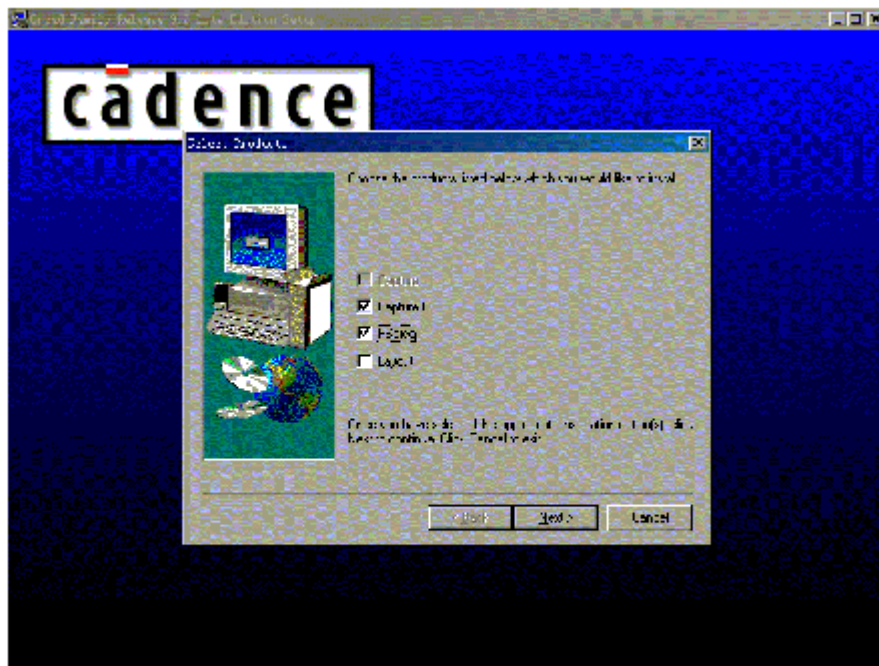

图 9-2 安装选择对话框
(3) 单击【Next】按钮,出现安装选择对话框,如图9-2所示,我们选择Capture CIS(也可以选择Capture)、PSpice 即可完成本章介绍的功能。